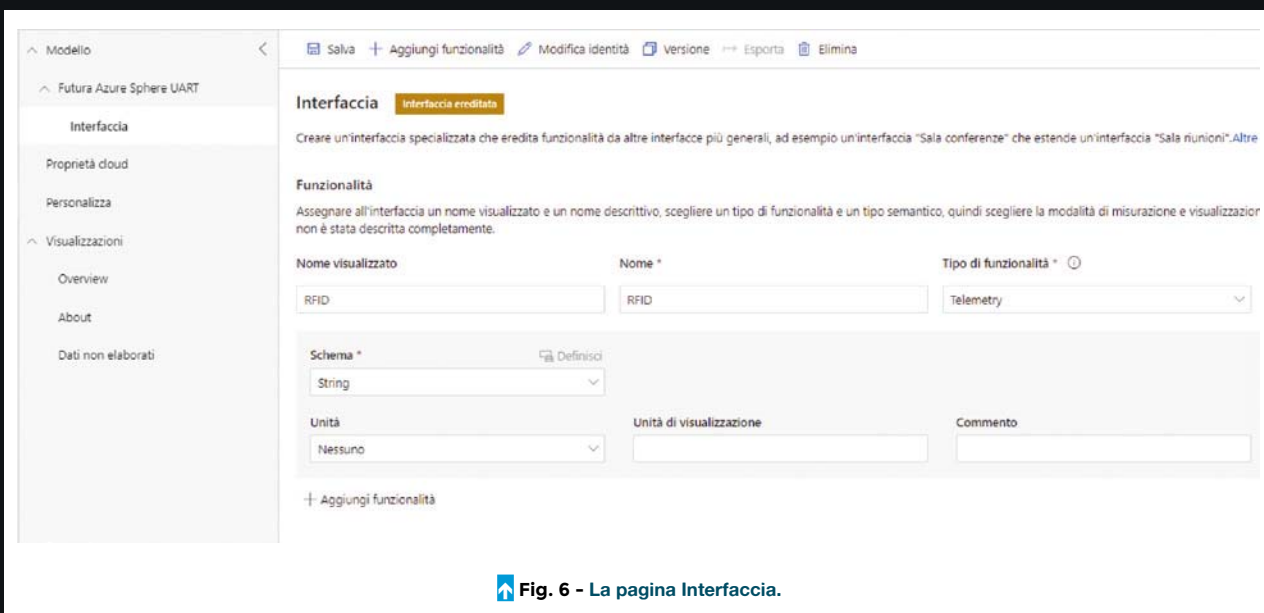

Fig. 6 - La pagina Interfaccia.
6. Cambiate il nome visualizzato in RFID (Fig. 6), che è lo stesso del nome usato dalla coppia {key: value} nella funzione SendTelemetry (ricordate sempre questo particolare!).